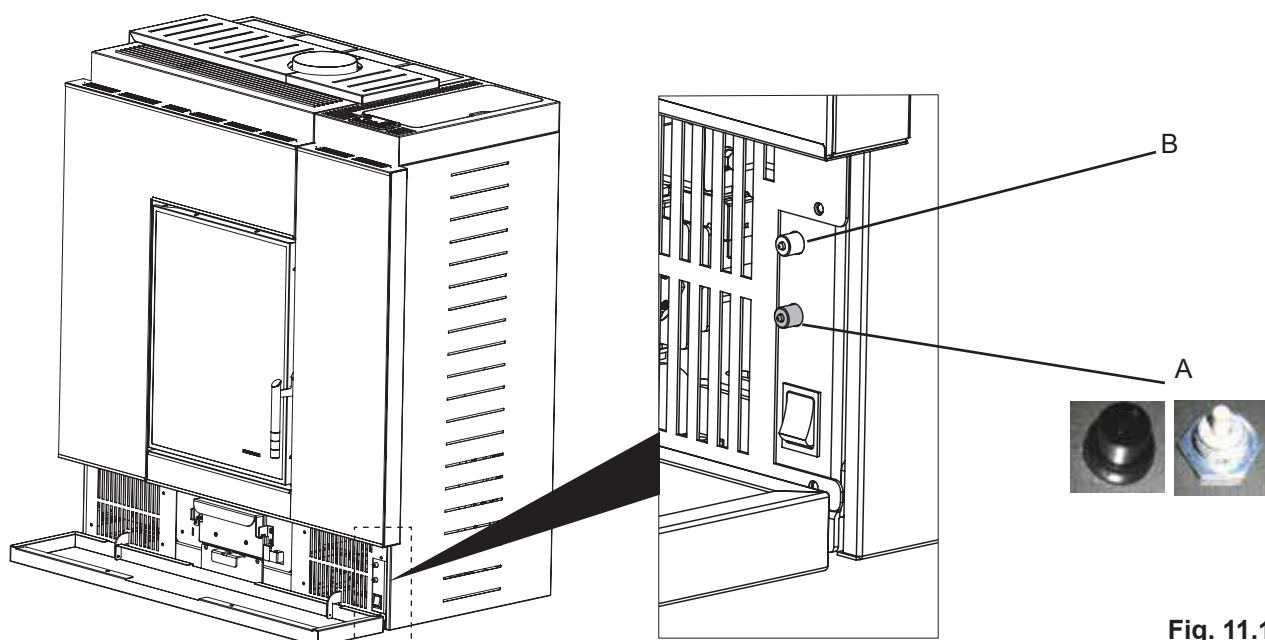

Fig. 11.1
Nell'eventualità che il codice d'errore sia "E108", può essere necessario riattivare il termostato a riarmo manuale (Fig. 11.1-A) svitando il tappo di protezione e premendo il pulsantino di riarmo.
- Mentre è in atto la pulizia, premere per cinque secondi il microinterruttore (Fig. 11.1 - B) avendo cura di tenere la porta del focolare chiusa.